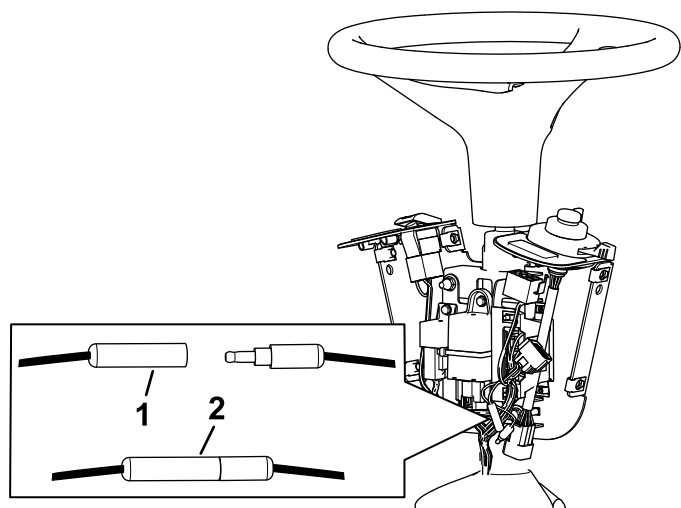

Рисунок 9
- Если машина используется в Северной Америке, соедините штепсельные разъемы, как показано на Рисунок 9.